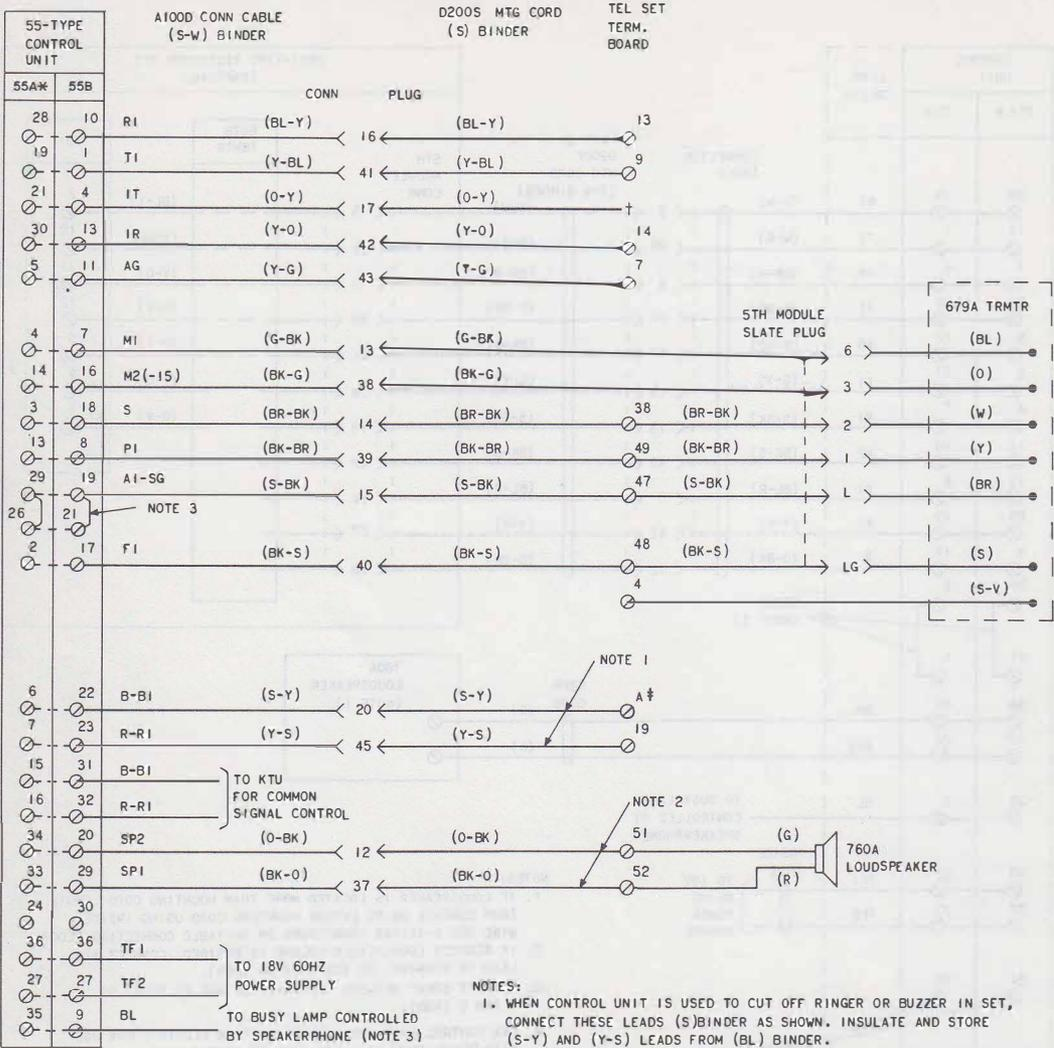

Fig. 2—2631DA Telephone Set Connections for 3-Type Speakerphone
- (d) Modify set per Fig. 2 and Table A.◆